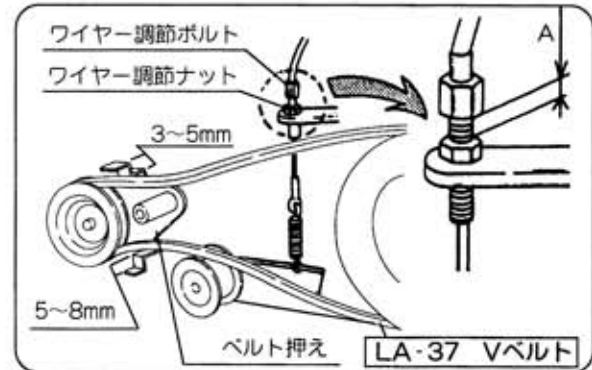

図32
- 1 ワイヤー調整ナットを緩めてください。(図32)
- 2 ワイヤー調整ボルトを上にしてA寸法を長くしてください。(図32)